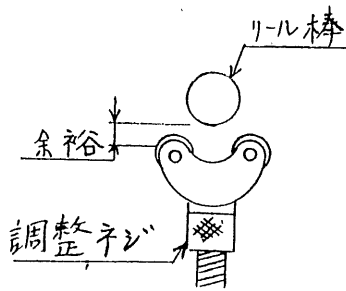

図 20
- (1) 調整ネジを手で回転させてリール棒の下50mm位の高さに上げる。(図20)